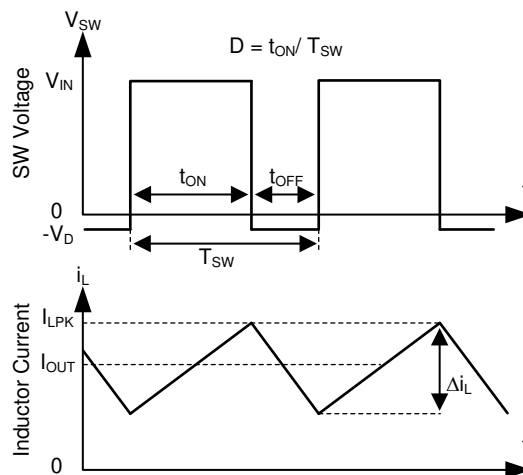

図 10-2. 連続モード (CCM) における SW ノードのインダクタ電流の波形
TPS2585x-Q1 は、幅広い入力電源電圧範囲にわたって最大 6.6A の連続出力電流と優れた負荷、およびライン・レギュレーションを実現するコンパクトなソリューションを提供します。TPS2585x-Q1 は、ハイサイド (HS) およびローサイド (LS) NMOS スイッチを制御されたデューティ・サイクルでオンに切り替えることで、出力電圧のレギュレーションを実現します。ハイサイド・スイッチのオン時間中、SW ピンの電圧は最大で約 V_{IN} まで変動します。インダクタ電流 i_L は $(V_{IN} - V_{OUT}) / L$ の線形的に増加します。制御ロジックにより HS スイッチをオフにすると、LS スイッチはアンチシュートスルーのデッドタイム経過後にオンになります。インダクタ電流は、LS スイッチを通して $-V_{OUT} / L$ の割合で放電されます。降圧コンバータの制御パラメータは、デューティ・サイクル $= t_{ON} / T_{SW}$ と定義されます。ここで、 t_{ON} は下限側スイッチ ON 時間で、 T_{SW} はスイッチング時間です (図 10-2 を参照)。レギュレータ制御ループは、デューティ・サイクル D を調整することにより、出力電圧を一定に維持します。損失を無視できるような理想的な降圧コンバータでは、次の式のように、 D は出力電圧に比例し、入力電圧に反比例します。 $D = V_{OUT} / V_{IN}$ 。